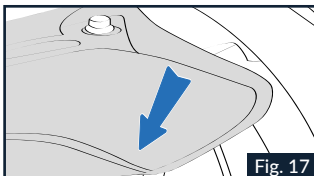

Fig. 17
1.3 Sfilare la linguetta posteriore dell'imbottitura di conforto del guancialetto sinistro dall'intercapedine presente tra la guarnizione posteriore e la calotta interna in polistirolo; estrarre poi completamente l'imbottitura del guancialetto dal casco (Fig.17).
6.1 Infilare la linguetta posteriore dell'imbottitura di conforto del guanciale sinistro nell'intercapedine presente tra la guarnizione posteriore e la calotta interna in polistirolo (Fig.17).